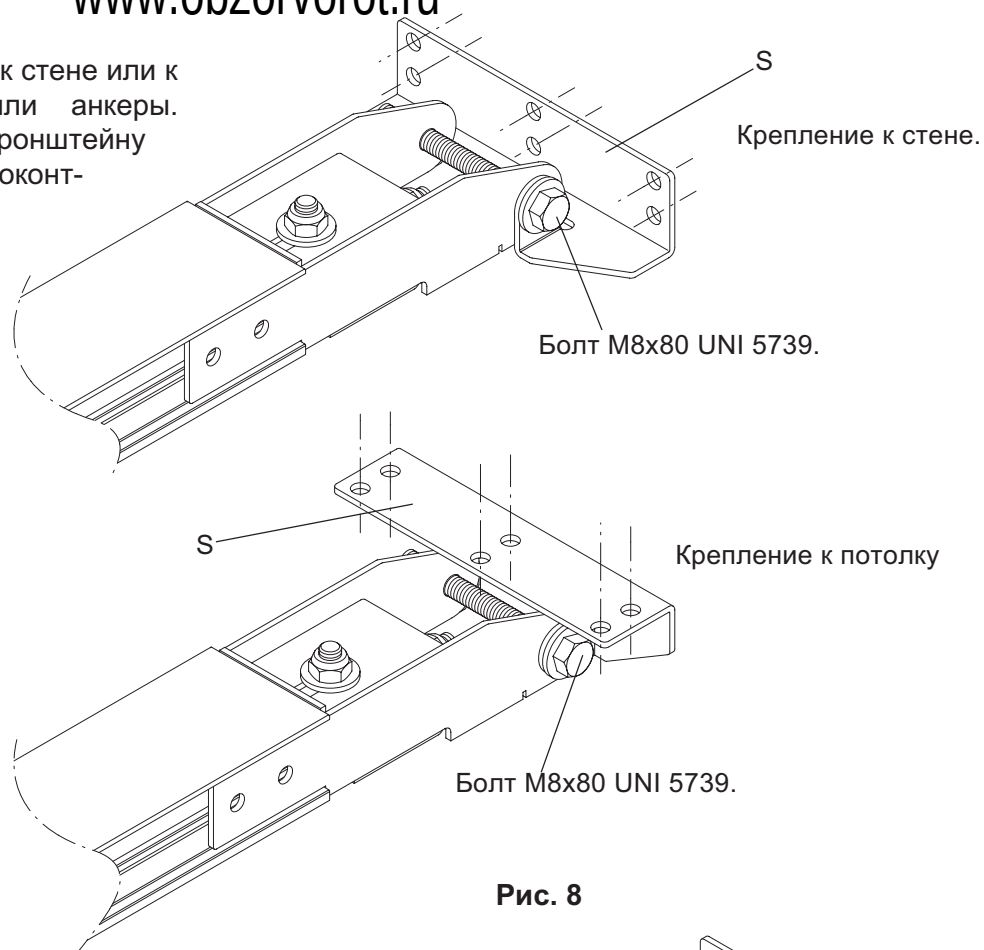

Рис. 8
- g) Закрепить кронштейн "S" к стене или потолку на дюбели или анкеры. Зарепить профиль к кронштейну болтом M8x80 и самоконтрящейся гайкой (Рис. 8).